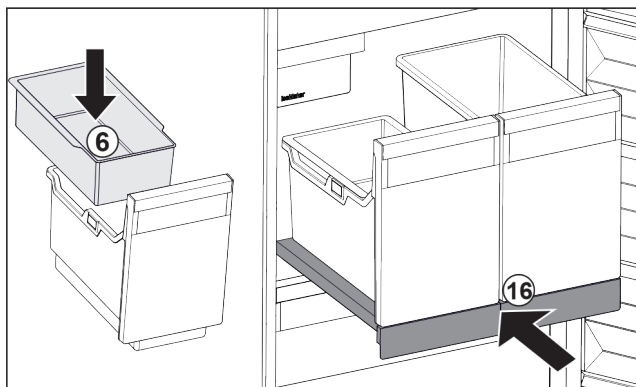

Fig. 96
- Inserire la vaschetta da agganciare Fig. 96 (6) per i cubetti di ghiaccio.
- Inserire il ripiano estraibile con il contenitore (IceTower). Fig. 96 (16)